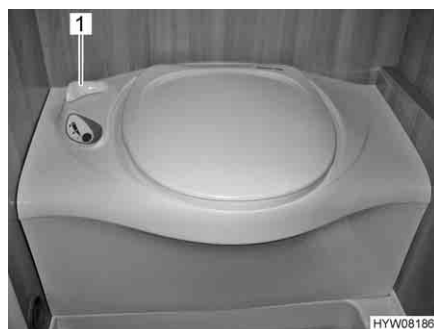

Fig. 195 Toilette Thetford
- Prima di tirare l'acqua, aprire il cursore della toilette Thetford. A tal fine ruotare la leva del cursore (Fig. 195,1) in senso antiorario.
- Dopo aver tirato l'acqua chiudere il cursore. Ruotare la leva del cursore (Fig. 195,1) in senso orario.